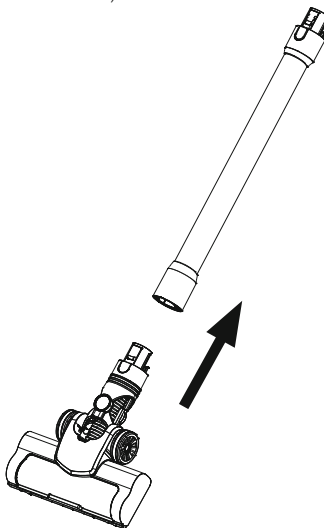

Abb. 2
2. Befestigen Sie die Bodenbürste (13) am anderen Ende des Verlängerungsrohrs (15) (siehe Abb. 2).